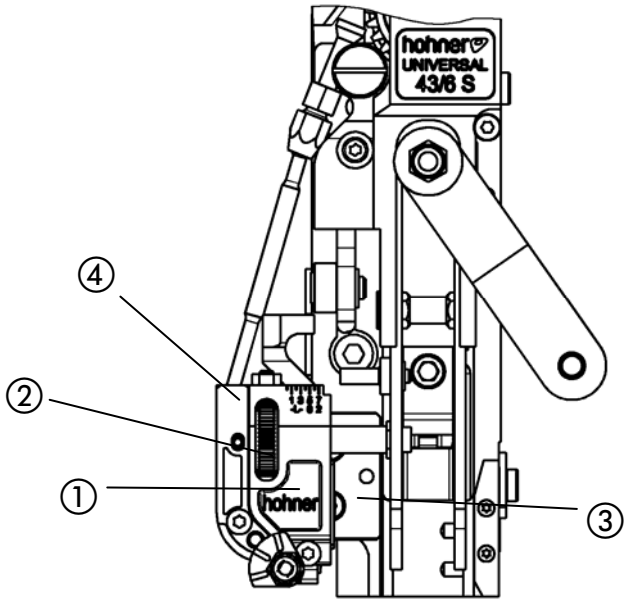
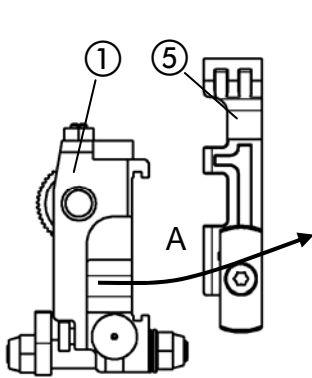
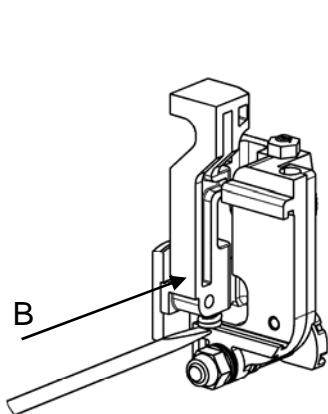

Abb. 32
Abb. 33
Abb. 35
- Abb. 32-
- Zum Austausch der Messer Messerkasten ① durch Drehen des Rändelrads ② ganz aus der Führung ③ herausfahren und von Heftkopf abnehmen.
- Abb. 33 -
- Messerschieber ⑤ aus dem Messerkasten ① herausschieben (Pfeil A)
- Abb. 35 -
- Messerschieber ⑤ wieder in den Messerkasten ① einbauen (Pfeil B). Dabei Druckfeder des Messerschiebers mit einem Schraubendreher zusammendrücken und in den Messerkasten einschieben. Beachten, dass Druckfeder nicht umgebogen wird.
- Messerkasten ① auf die Führung ③ aufsetzen.
- Flexible Drahtzuführung in Bohrung ④ am Messerkasten stecken.